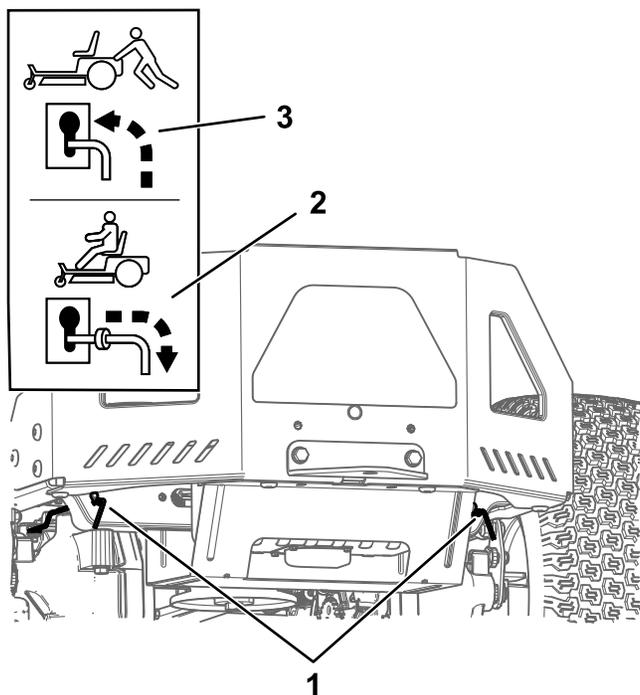

Рисунок 31
4. Вытяните оба рычага перепуска вперед через отверстия с пазами и опустите вниз, чтобы зафиксировать их на месте (Рисунок 31).